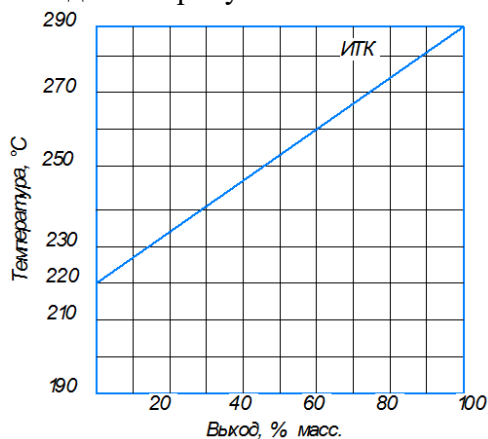
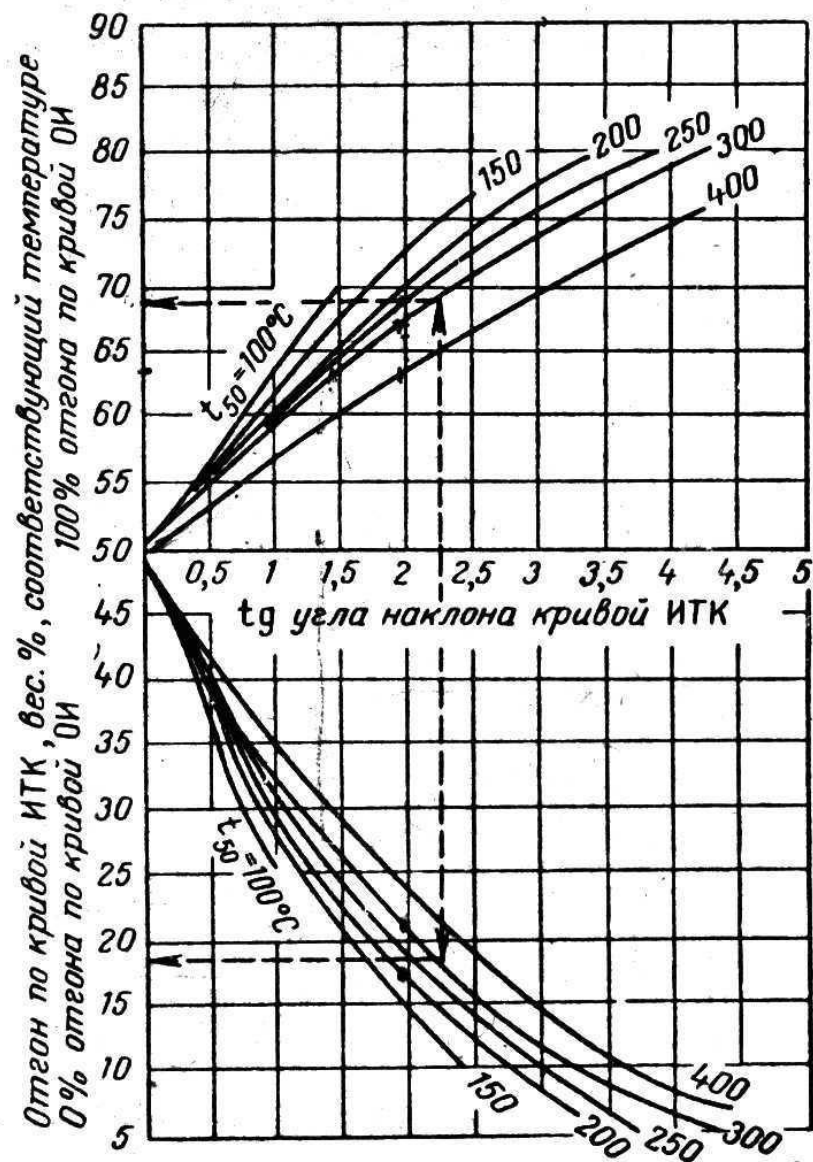

Рисунок 2
Рисунок 1. График Обрядчикова и Смидович
1. Перенести рисунок 2 в свою тетрадь.
4. По графику Обрядчикова – Смидович (рисунок 1), используя полученные данные п.1 и п.2, определить на оси ординат две точки – одна соответствует 0% отгона по кривой ОИ, вторая 100% отгона по кривой ОИ. Найденные цифры указывают степень отгона по ИТК, соответствующую началу и концу кипения фракции в процессе однократного испарения. Эти цифры отметим на оси абсцисс графика ИТК (рис.2), из этих точек провести перпендикуляры на кривую ИТК, а затем провести горизонтальные линии на ось ординат. В результате получаем две температуры. одна соответствует началу однократного испарения (нулевому отгону) данной фракции, другая – концу однократного испарения (100%-му отгону).